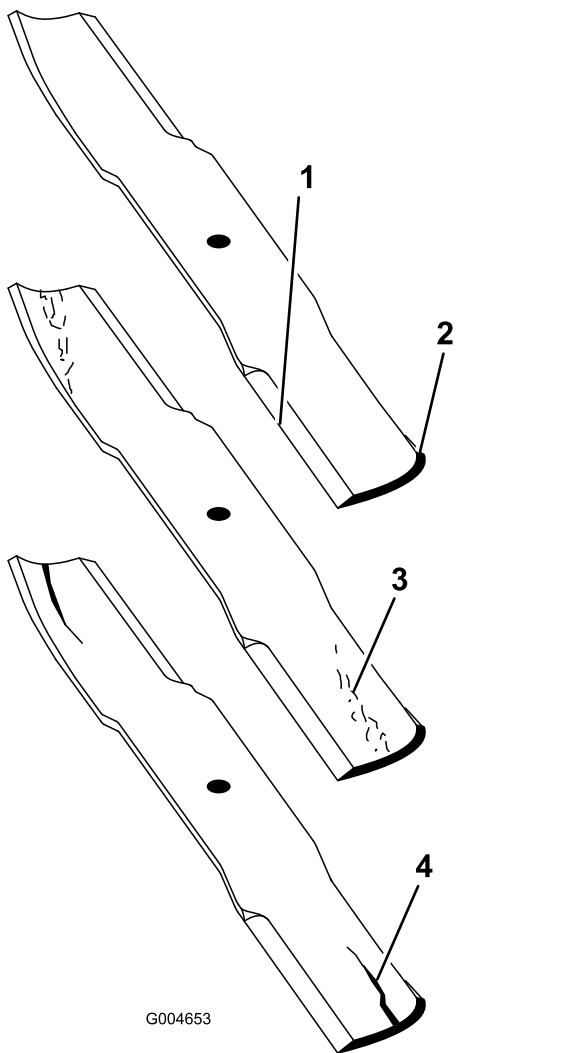

Figura 111
- Examine cuidadosamente as extremidades da lâmina, prestando especial atenção à zona onde se encontram as partes curvas e planas da lâmina (Figura 111).
Nota: A areia e os materiais abrasivos podem desgastar o metal entre as partes plana e curva da lâmina; por isso, verifique a lâmina antes de utilizar a máquina. Se verificar que esta zona se encontra desgastada (Figura 111), substitua a lâmina.